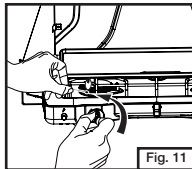
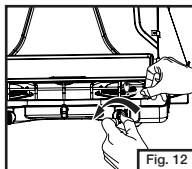

Fig. 11
Fig. 12
- Mantenga el fósforo encendido cerca del quemador y abra la válvula del quemador. (Fig. 11 y Fig. 12)